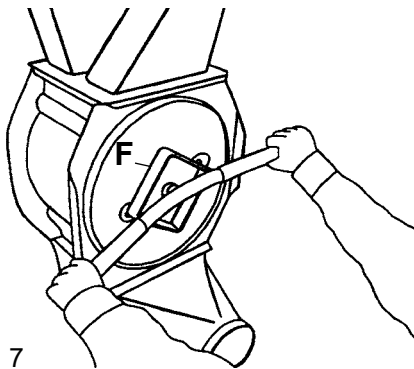

Fig. 7
5. Retirer le capot du rotor, voir figure 7. Pour démonter facilement le rotor, utiliser un outil spécifique comme indiqué (F). l'outillage peut être fourni par KONGSKILDE sous la référence 121 000 514. Faire pivoter le rotor en sens inverse des aiguilles d'une montre tout en le retirant du capot. Au moment du montage du rotor, utiliser la poulie pour faire pivoter le rotor pour engager l'essieu dans l'engrenage.